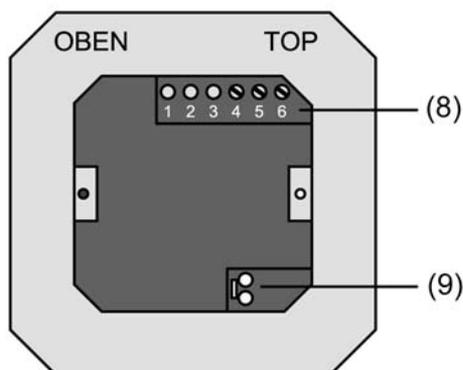

Bild 3: Klemmen-Einsatz mit Anschlüssen
- (8) Anschlussleiste Binäreingänge
- (9) Anschluss KNX
- Die abisolierten Busleitungen in die Anschlussklemme (9) im Klemmen-Einsatz einstecken (Bild 3)